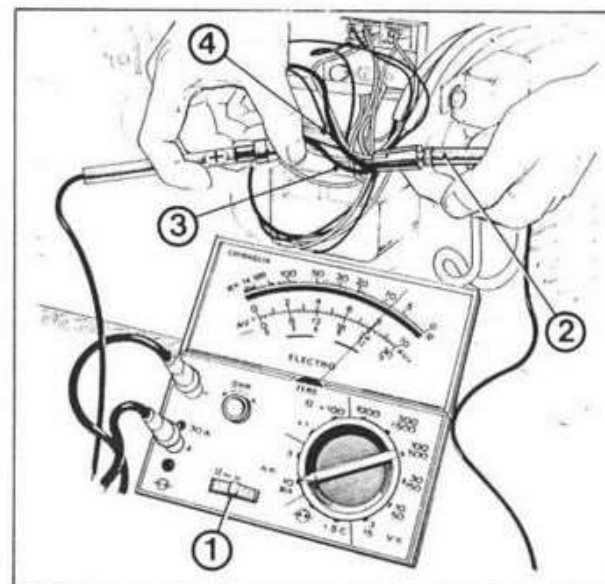

Fig. 182
Il controllo va eseguito in serie al filo rosso (3) che dal volano va alla batteria controllando poi con il motore a 6000 giri che la corrente sia di circa 8 A, mentre con motore a 2000 giri/min sia di circa 1,8 A - Mod. 350 e 500 (Fig. 182).
The test should be performed connecting the meter in series to the red lead (3) which goes from the generator to the battery. Check then that when the engine is operating at 6000 RPM the current output is approx. 8 Amp. When the engine operates at 2000 RPM the output should be approx. 1.8 Amp. - 350 and 500 Mod. (Fig. 182).